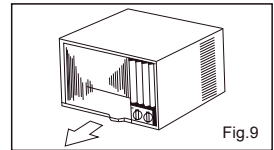

Fig.9
- 3) Agarre la manija en el frente del chasis y deslice cuidadosamente la unidad del acondicionador de aire del gabinete. (Fig.9)